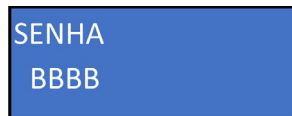

Figura 30
15. Para iniciar la calibración del sensor de pH, sumérgalo en la solución pH 7.0, navegue pulsando el botón “abajo” hasta encontrar la opción “CALIBRAR SENSOR DE PH” y luego pulse el botón “OK”. Después de este proceso, se abrirá una pantalla llamada “CONTRASEÑA”, con una secuencia de 4 letras, Utilice la contraseña BBBB para acceder a este menú. (figura 30).